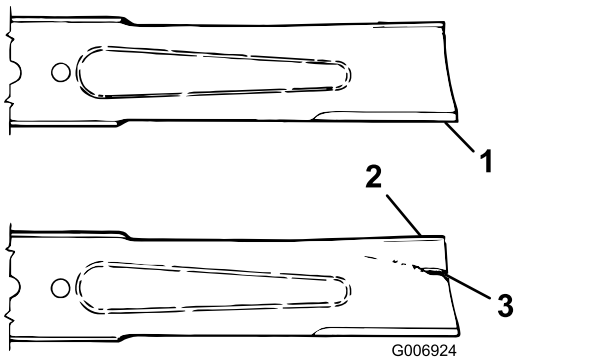

Рисунок 102
3. Осторожно проверьте режущие кромки ножей, особенно в точке соединения плоской и изогнутой частей ножа (Рисунок 102).
4. При обнаружении износа (Рисунок 102) замените нож; см. Проверка и регулировка плоскости вращения ножей (страница 77)
При износе ножа между крылом и плоской частью ножа образуется бороздка (Рисунок 102). Часть ножа может случайно отломиться и вылететь из-под корпуса, возможно, нанеся тяжелую травму оператору или находящимся рядом людям.